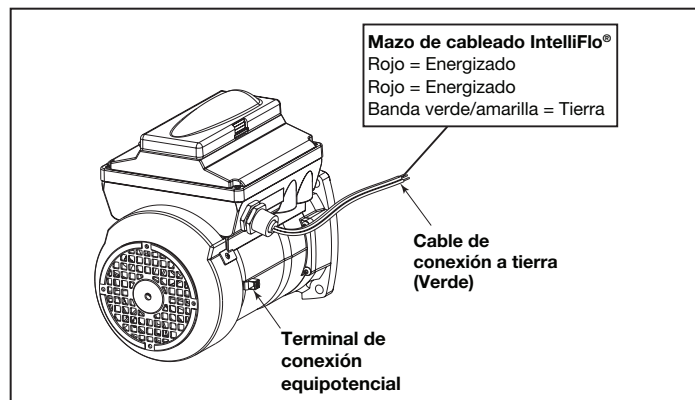

Figura 11. Conexión equipotencial externa de Pentair
6. Conecte a tierra el motor de manera permanente con el cable de conexión a tierra verde, como se muestra en la Figura 11. Utilice el tamaño y el tipo correctos de cable, según lo que especifican National Electrical Code® (NEC®) y Canadian Electrical Code (CEC®). Asegúrese de que el cable de conexión a tierra esté conectado a una tierra de servicio eléctrico.
7. Conecte equipotencialmente el motor a la estructura de la piscina en conformidad con National Electrical Code (NEC) y Canadian Electrical Code (CEC). Utilice un conductor de cobre macizo n.º 8 AWG o más grande (EE. UU.). Tienda un cable desde la terminal de conexión equipotencial a la estructura de conexión equipotencial de la piscina, como se muestra en la Figura 11.
8. Conecte los cables rojo y negro de la bomba a las dos conexiones del lado de la línea en el relé de la bomba del filtro, como se muestra en la figura 11.